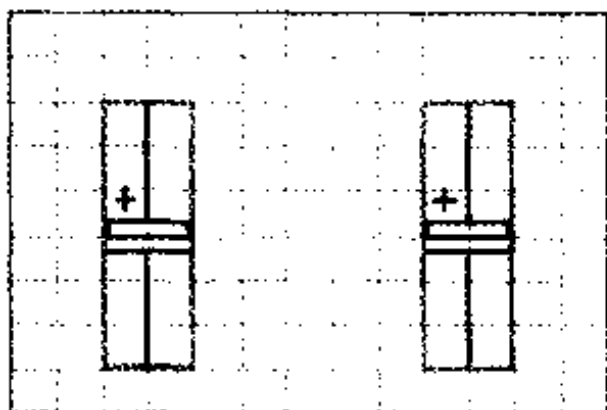

图 3-37 在图纸中选中两个对象
- Inside Area——选择此命令,则鼠标箭头变为十字光标,在图纸中单击确定矩形方框的一个顶点,移动十字光标到另一处单击,确定矩形方框对角线上的另一个顶点,由此在图纸中划出一个矩形方框,方框内包含的所有对象都将被选中。被选中的对象周围将出现黄色方框,如果被选中的是文字,则该文字变为黄色,如图 3-37 所示。